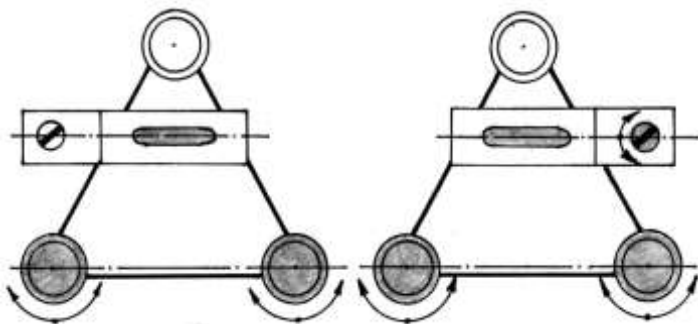

Рисунок 1. Первая поверка теодолита
1. Установить ось цилиндрического уровня при алидаде горизонтального круга по направлению на два любых подъемных винта подставки (рис. 1). Вращением этих винтов в противоположные стороны привести пузырек уровня точно на середину.